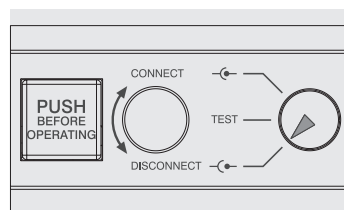

Figure 52
- disjoncteur en position débroché (voir Figure 52)